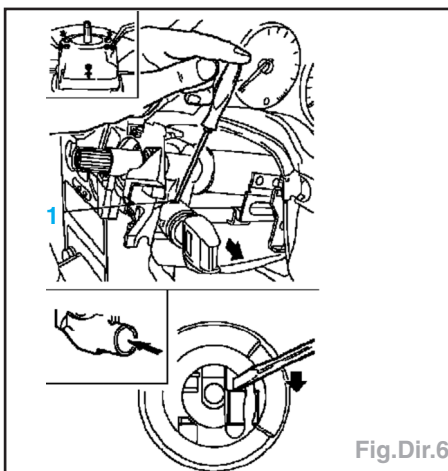

Fig.Dir.6
- Mettre la clé sur la position «1» déverrouiller le barillet (1) et l'extraire (flèche) (Fig.Dir.6).